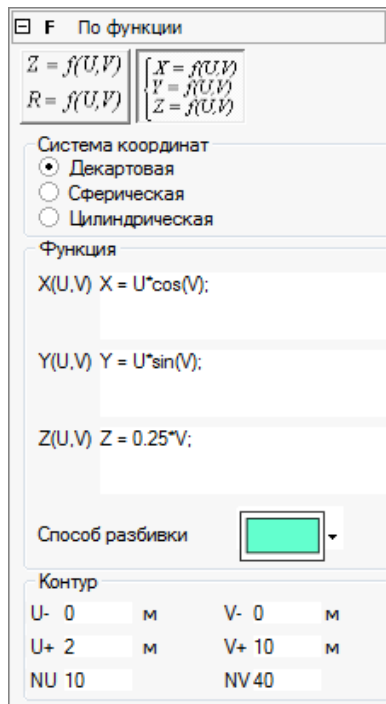

Рис. 2.49
**Пример 2.4.2** (рис. 2.49 и 2.50)